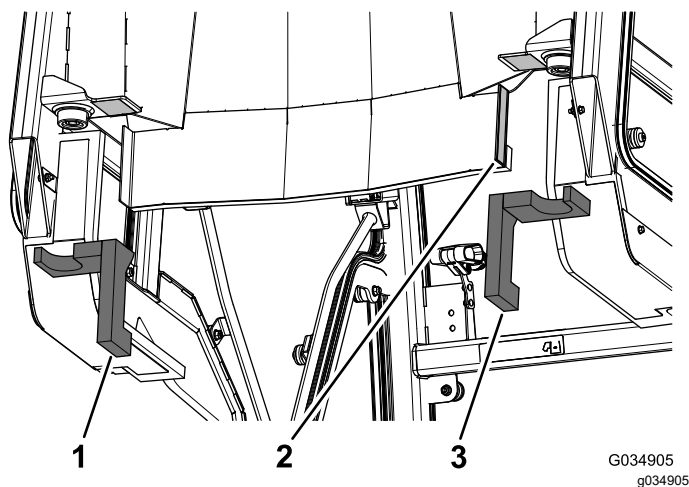

Figura 16
1. Retire o papel do verso da fita de dupla face na parte traseira da cabine (Figura 16).
2. Aplique os vedantes de esponja traseiros esquerdo e direito na unidade da cabina (Figura 16).